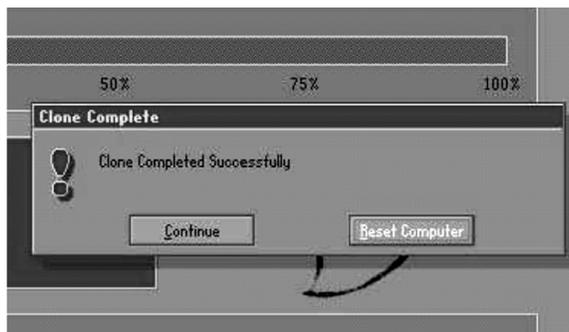

图 3-78 选择重启笔记本电脑来完成克隆的全部操作
⑤ 当“Progress Indicator”进度条走完后，表示映像文件已经恢复完毕。需要重新启动笔记本电脑来完成克隆操作。如图 3-78 所示，根据提示在“Clone Complete”对话框中选择“Reset Computer”按钮，再按 <Enter> 键，即可重新启动笔记本电脑。克隆操作系统全部完成，系统恢复到最初的良好状态。